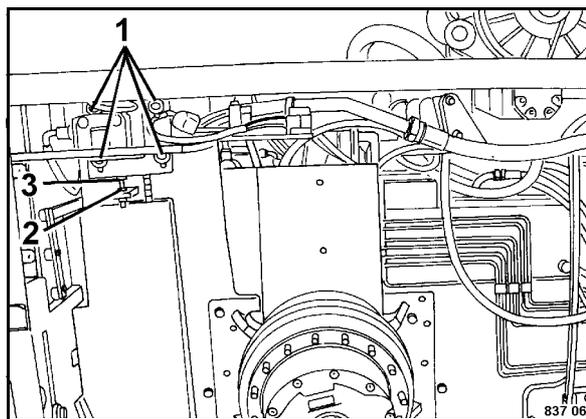

Fig. 162
- Allentare le quattro viti di fissaggio 1 (Fig. 162).
- Ruotare il controdado (2) e il tirante a vite (3) fino a ottenere la tensione corretta.